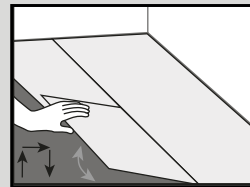
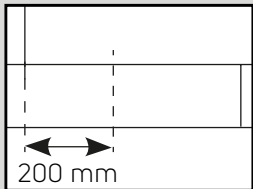

Abb. 3
Abb. 4a
4. Die zweite Reihe beginnen, indem die Feder und Nut ineinander geklickt werden. Hierzu die Diele in einem Winkel von etwa 30° halten und fest in die Nut der ersten Reihe klopfen. Jetzt die nächste Diele verlegen; dazu Feder und Nut der langen Seite zusammenfügen (Abb. 3). Fliesen und Dielen sollten „versetzt“ verlegt werden, sodass niemals vier Ecken aufeinandertreffen (Abb. 4a und 4b).